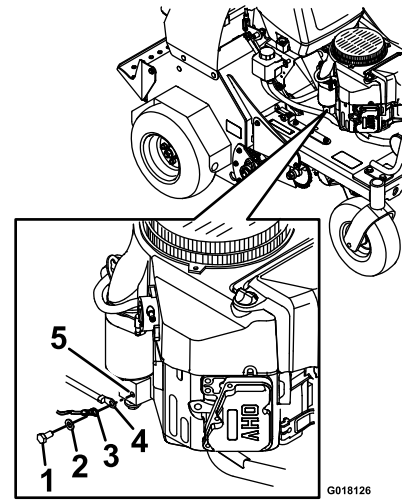

Figure 4
- Retirez la vis, la rondelle et le câble de masse du moteur. Branchez le câble négatif de la batterie comme montré à la Figure 4.